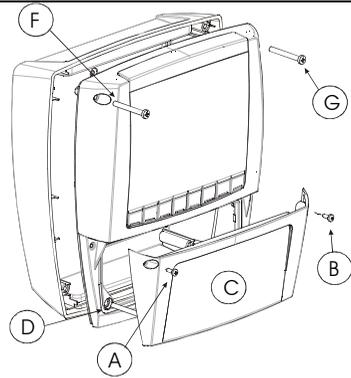

FIG. 2
- Die Verdrahtung an den Klemmen vornehmen. Danach die Front wieder schließen (Bild 2, c) und mit den Schrauben befestigen.
8. Die Verdrahtung an den Klemmen vornehmen. Danach die Front wieder schliessen (Bild 2, c) und mit den Schrauben befestigen.